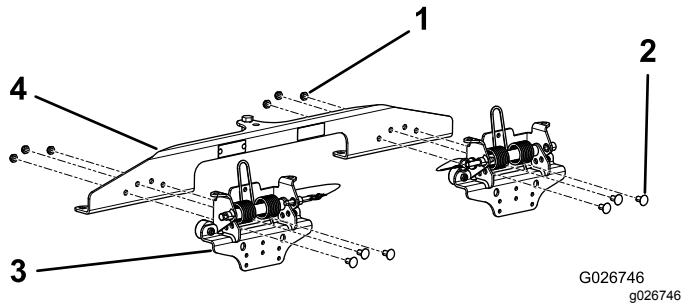

Figura 2
1. Alinhe os furos em cada conjunto de suporte da mola com os furos no suporte da barra escarificadora como se mostra na Figura 2.
2. Utilizando os seis parafusos e as seis porcas de bloqueio, prenda os conjuntos de suporte da mola ao suporte da barra escarificadora (Figura 2).